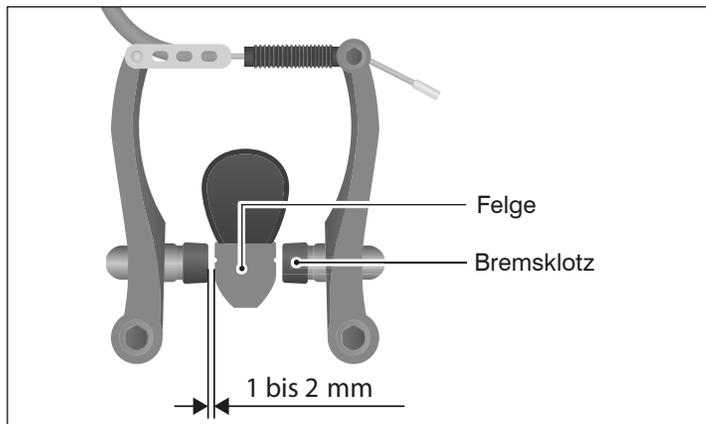

Abb.: E-2 Der Abstand vom Bremsklotz zur Felge muss auf beiden Seiten 1 bis 2 mm betragen.
2. Drehen Sie die Rändelmutter so weit hinein oder heraus, bis der Abstand der Bremsklötze auf beiden Seiten 1 bis 2 mm beträgt (siehe Abb.: E-2).